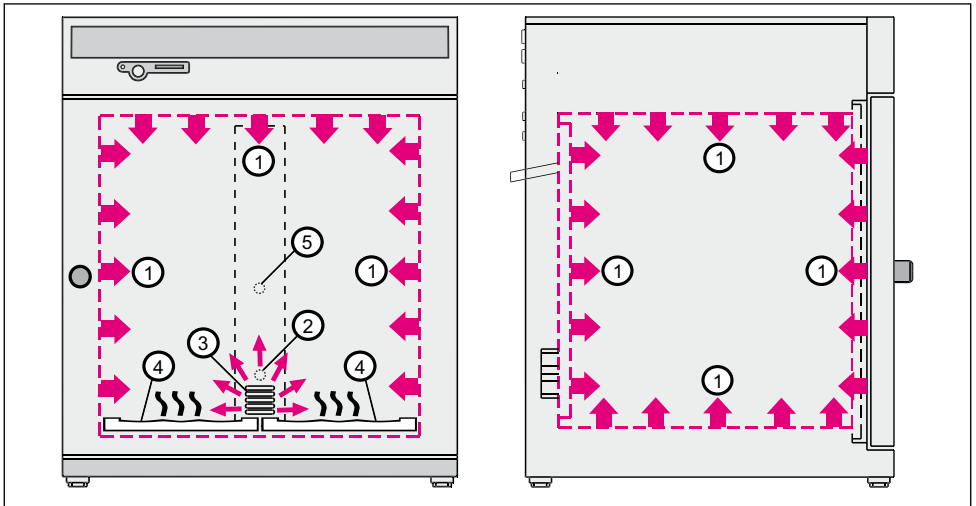

Abb. 3 Funktionsweise von Brutschränken INCO
Die Luft im Brutschrank wird durch eine großflächige Rundumbeheizung erwärmt (Abb. 3, Nr. 1). Das CO2- und/oder N2-Gas wird über Sterilfilter in den Arbeitsraum eingeleitet. Wegen des gegenüber Luft deutlich höheren spezifischen Gewichtes von CO2 wird das Gas oberhalb des Innenraum-Ventilators in den Innenraum eingelassen (2). Die turbulenzfreie Innenraumventilation (3) sorgt für eine gleiche Verteilung der Gase und dadurch für eine homogene Atmosphäre.
- ▶ Großflächige Rundumbeheizung mit zusätzlichem Wärmeleitmantel (siehe Abb. 3)